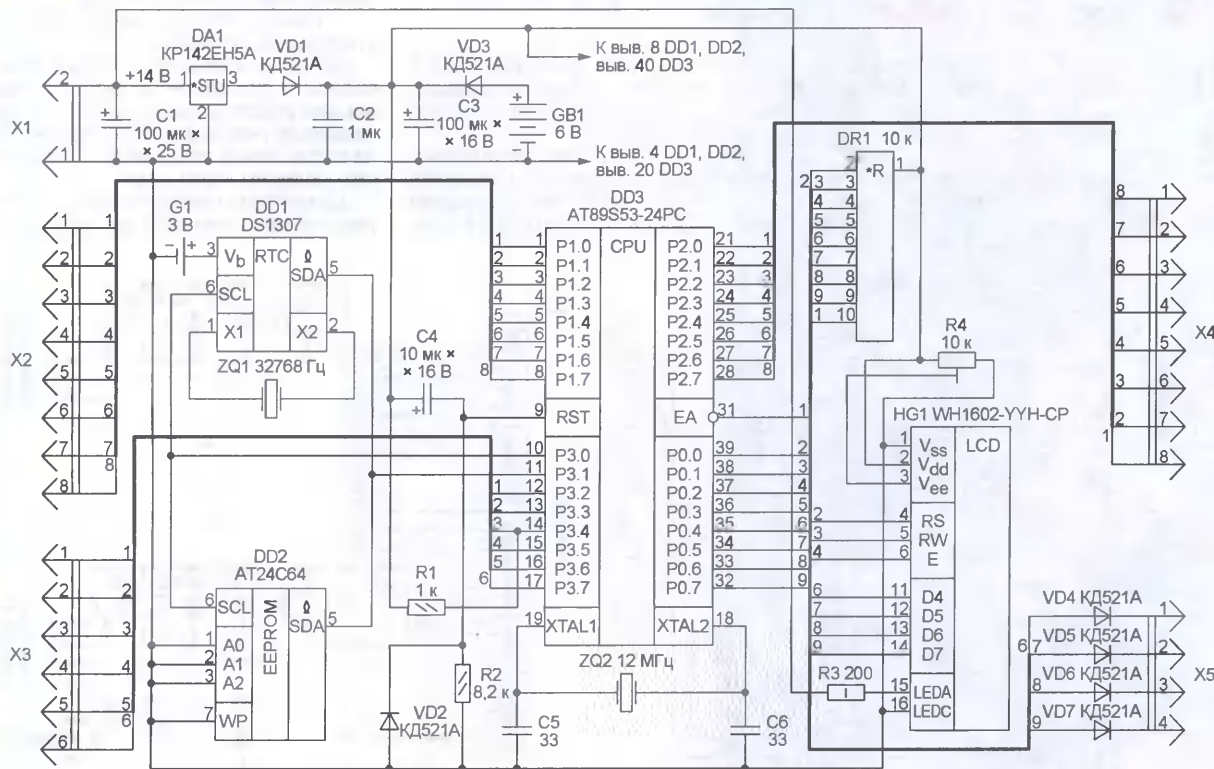

Рис. 3
**Модуль контроллера** собран по схеме, показанной на рис. 3. Он построен на МК AT89S53 (DD3), работающем по записанной в его внутреннюю память программе с периферийными устройствами, расположенными как в самом модуле (микросхема-часы DD1, энергонезависимая память DD2, жидкокристаллический индикатор HG1,